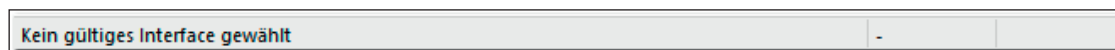

Abb. 5-16: Statusleiste: „Kein gültiges Interface ausgewählt“
- ☞ Falls in der Statuszeile kein Interface angezeigt wird (Abb. 5-16), fahren Sie fort mit Kapitel 5.4.3.3 „Kommunikationsschnittstelle auswählen“.